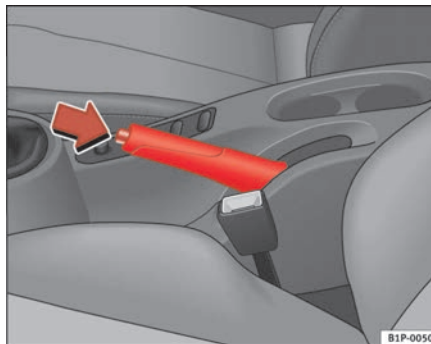

Abb. 125 Handbremse zwischen den Vordersitzen
⇒ Abb. 125.
- Ziehen Sie den Hebel etwas nach oben, drücken Sie den Entriegelungsknopf in Pfeilrichtung ⇒ Abb. 125 und führen Sie den Handbremshebel ganz nach unten ⇒ .